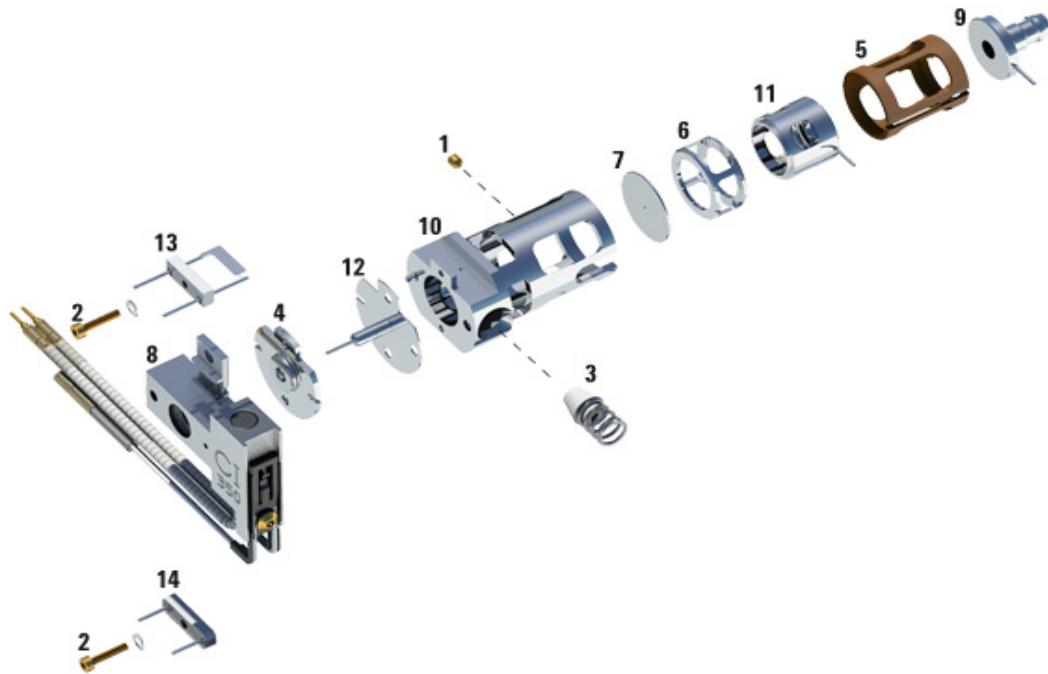

Figure 25 Assemblage de la source CI
- 2 Faire glisser la plaque-tiroir et le cylindre modulable dans le corps de la source (Figure 25, page 167).
Tableau 30 Liste des pièces de la source CI (Figure 25)